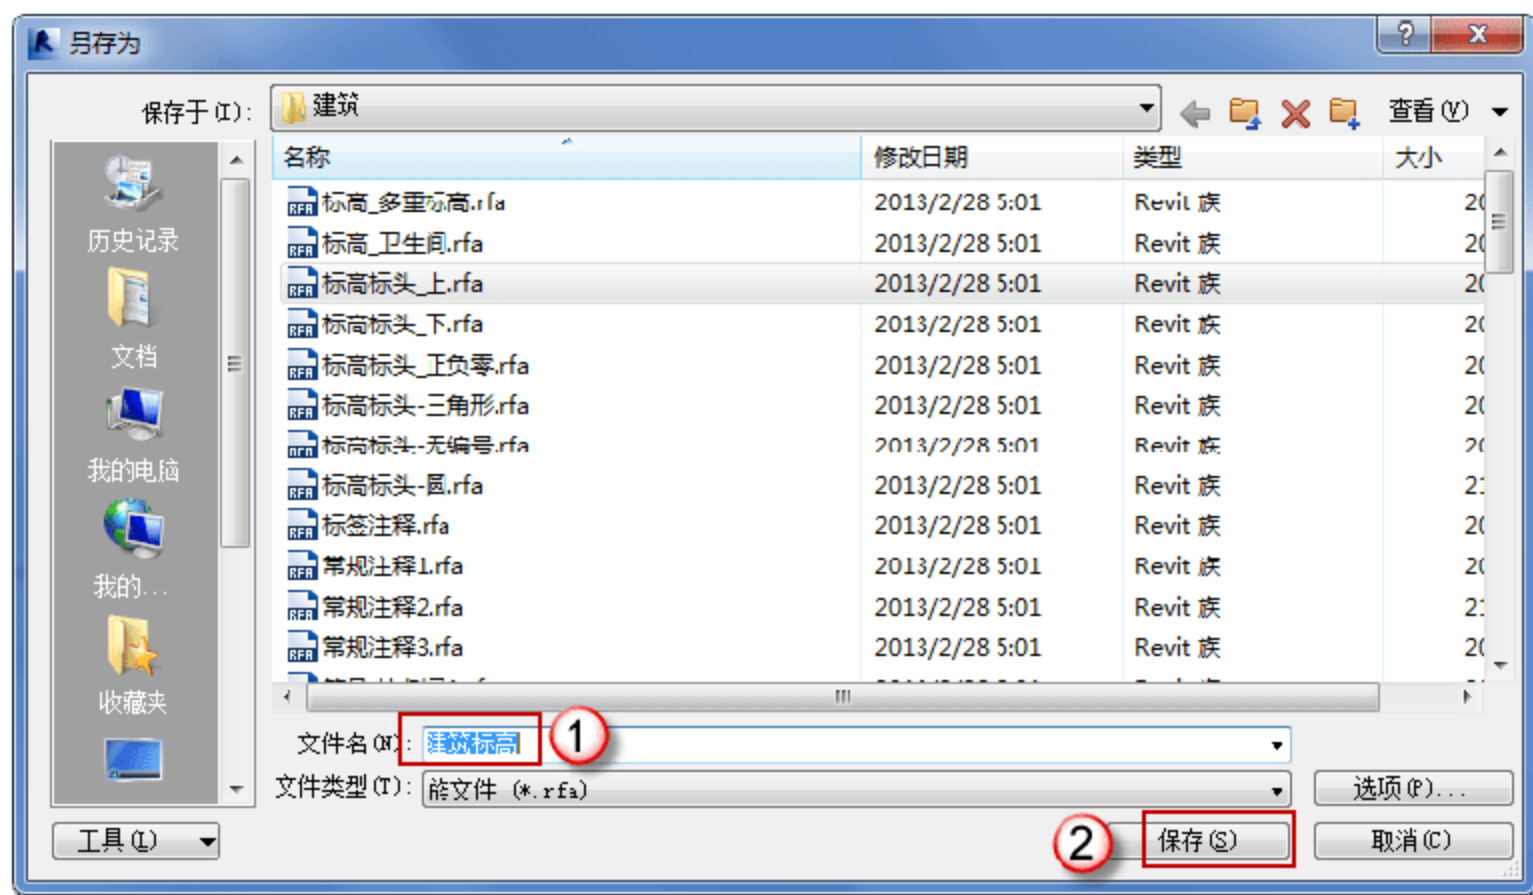

图 1.2.10 建筑标高
(4) 另存为建筑标高族。选择“应用程序”→“另存为”→“族”命令，在弹出的“另存为”对话框中将已经调整好的标高标头文件另存为“建筑标高”RFA 族文件，单击“保存”按钮，如图 1.2.10 所示。